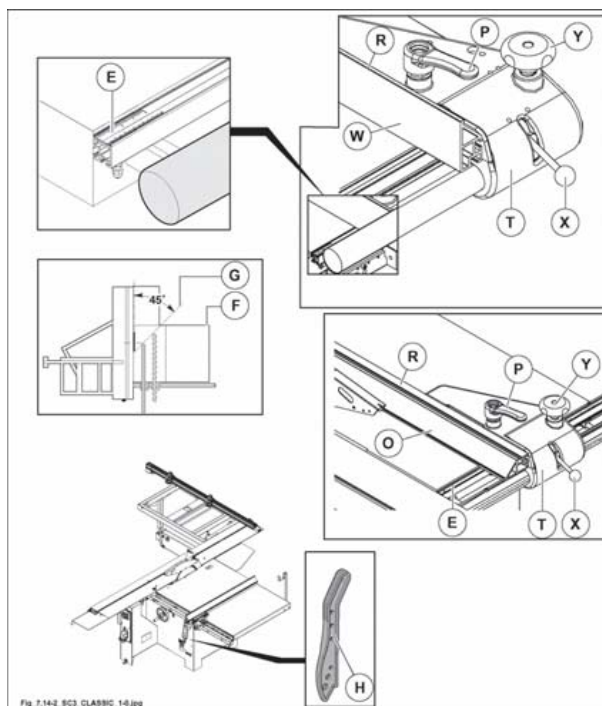

Fig. 7.14-2
La riga (R fig. 7.14-2) può scorrere longitudinalmente dopo aver sbloccato le maniglie (P fig. 7.14-2); al termine di ogni posizionamento serrare le maniglie.
l'estremità anteriore della riga non dovrà mai sporgere dall'estremità del piano sul lato (F fig. 7.14.2), ma deve arrivare ad una linea immaginaria (G fig. 7.14.2) che inizia dal primo dente della lama e scivola avanti di 45°. Questo per evitare che i denti in salita della sega afferrino il pezzo e lo lancino contro l'operatore.
La riga (R fig. 7.14-2) può assumere 2 posizioni dopo aver allentato le maniglie (P fig. 7.14-2).
- 1) Posizione verticale con il lato (W fig. 7.14-2) rivolto verso il pezzo.
- 2) Posizione orizzontale (O fig. 7.14-2) per tagli di pezzi sottili e tagli inclinati.
questa posizione permette di aver spazio per poter fare avanzare il legno usando lo spingilegno (H fig. 7.14-2) in dotazione alla macchina.
- 3) Al termine di ogni posizionamento serrare le maniglie (P fig. 7.14-2).
- Allentare la leva (X fig. 7.14-2);
- far scorrere manualmente il gruppo guida (T fig. 7.14-2) facendo riferimento alla riga metrica (E fig. 7.14-2).
- spingendo il pomello (Y fig. 7.14-2) e ruotandolo.
- Serrare la leva (X fig. 7.14-2) a registrazione avvenuta.